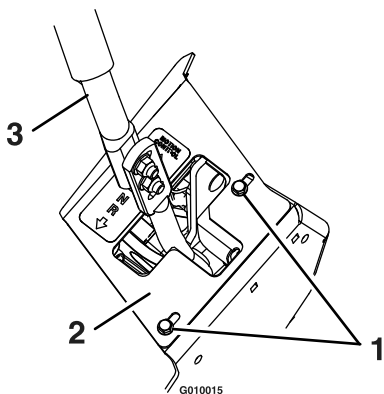

Figure 74
1. Desserrez les vis d'une plaque de protection (voir Figure 74).